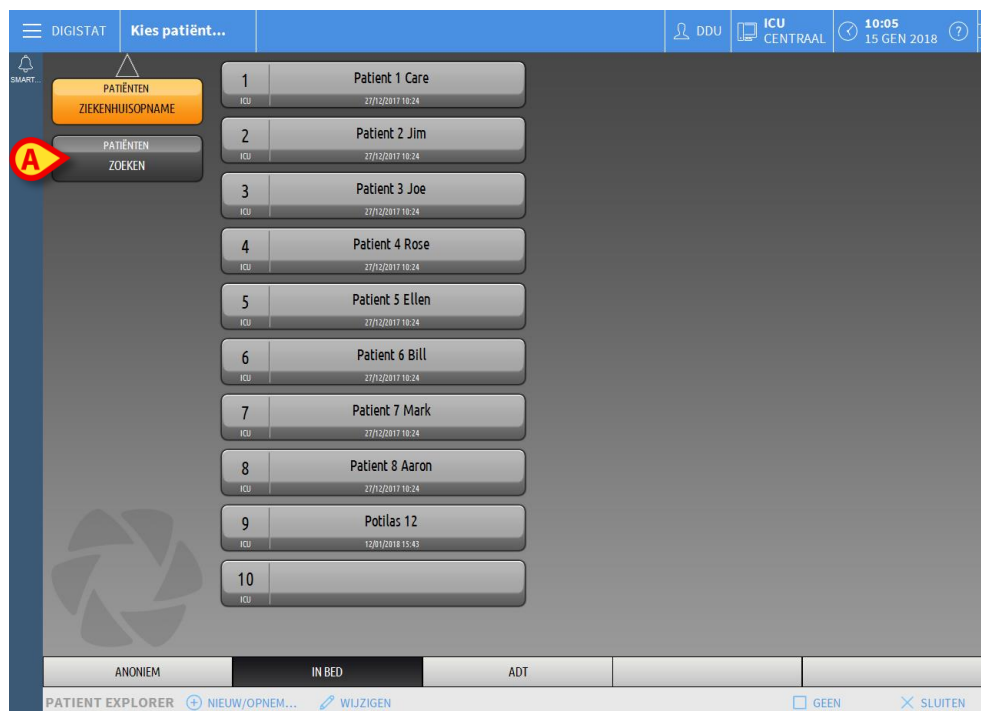

Fig 103
- Klik op de toets  weergegeven in Fig 103 **A**